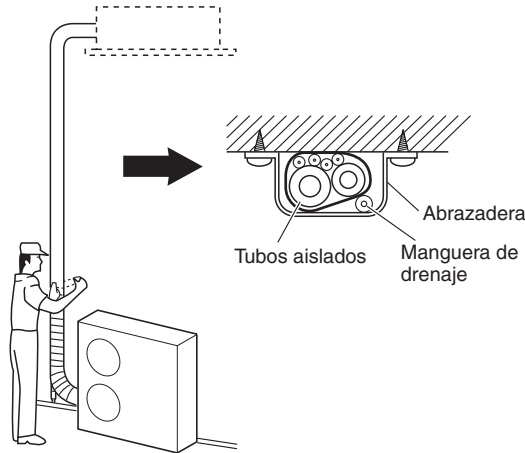

Fig.5-10
- (1) En este momento, a los tubos de refrigerante (y al cableado eléctrico si lo permiten las regulaciones locales) se les debe colocar la cinta conjuntamente con cinta blindada en 1 grupo. Para evitar que rebese la condensación de humedad por la bandeja de drenaje, mantenga separada la manguera de drenaje de la tubería de refrigerante.
- (2) Envuelva la cinta blindada desde la parte inferior de la unidad exterior hasta la parte superior de la tubería por donde entra en la pared. A medida que envuelva la tubería, superponga la mitad de cinta a cada vuelta que dé.
- (3) Fije el grupo de tubos a la pared utilizando una abrazadera aproximadamente a cada metro. (Fig. 5-10)